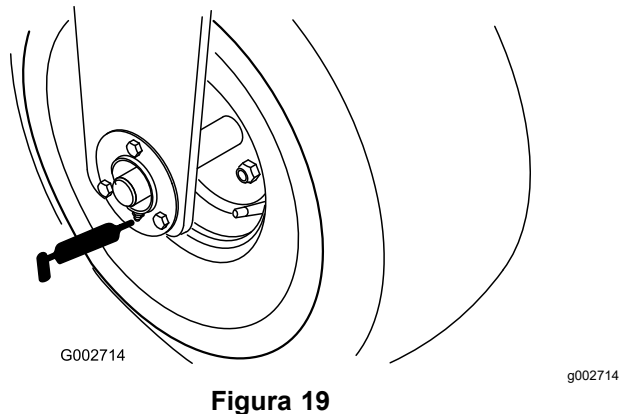

Figura 19
- 1 Rolamento da roda frontal (Figura 19).